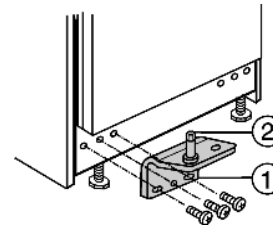

Fig. 9
- ▶ Scharnierbout Fig. 9 (2) in de lagerbus Fig. 9 (1) met onderlegschijsje onder in de deurlager plaatsen.
- ▶ Lagerbus Fig. 9 (1) **goed (met 4 Nm)** vastschroeven.